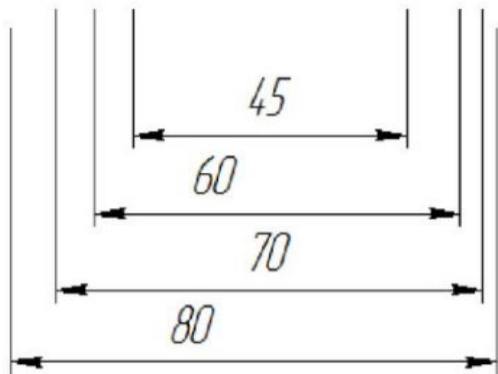

Рисунок 1.7
- Размерные числа над параллельными размерными линиями следует располагать в шахматном порядке. (Рисунок 1.7)